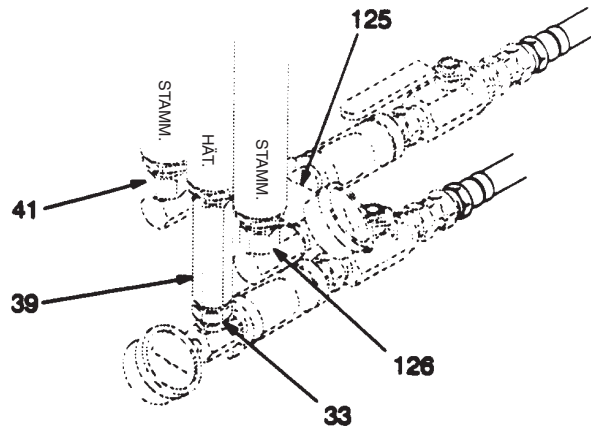

Abb. 17
3. Drehgelenknippel (33) unten am Boden der mittleren Dosierpumpe abschrauben. Dann Drehgelenknippel (126) an den äusseren Dosierpumpen abschrauben. Materialventil (125) von den äusseren Pumpen abnehmen. Geraden Rohrverbinder (39) von der mittleren Dosierpumpe abnehmen. Siehe Abb. 17.